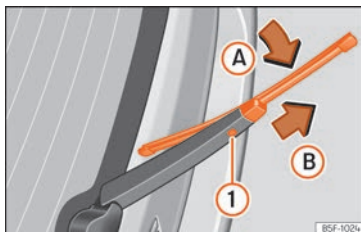

Abb. 42 Scheibenwischerblatt der Heckscheibe auswechseln.
- Wischerblatt leicht drehen »» **Abb. 42** (Pfeil **A**).
- Die Entriegelungstaste ① gedrückt halten und gleichzeitig das Scheibenwischerblatt in Pfeilrichtung **B** abziehen.
- Neues Heckscheibenwischerblatt **gleicher Länge und Ausführung** auf den Scheibenwischerarm entgegen der Pfeilrichtung **B** schieben, bis der Mechanismus ① einrastet.